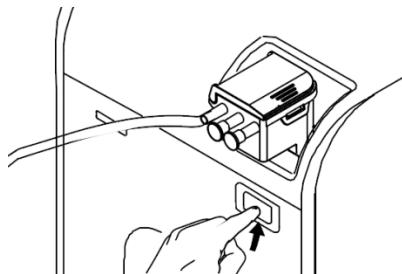

Figura 24 Remover o Distribuidor Descartável
1. Enquanto visualiza o medidor de sucção no mostrador principal, rode o mostrador de controlo de sucção ao nível de sucção necessário (Figura 24).